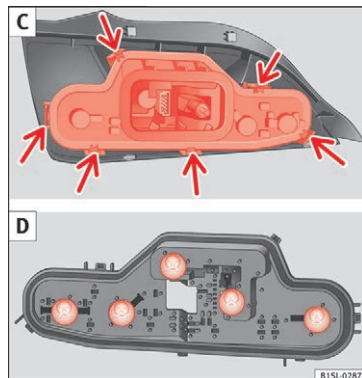

Fig. 89 Baglygte: C: Afmontering af pæreholder. D: Afmontering af pærer
8. Løsn pæreholderen ved låsetapperne (pile) » Fig. 89 C, og tag pæreholderen ud af baglygten.
9. Udskift den defekte pære med en ny pære af samme type » Fig. 89 D.
10. Sæt pæreholderen ind i baglygten. Du skal kunne høre, at låsetapperne (pile) går i hak » Fig. 89 C.